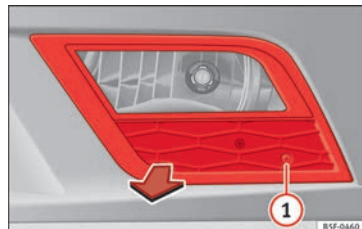

Bild 104 Dimljus fram.
- Ta bort skruven » **bild 104 1** från dimljusets lilla galler med en skruvmejsel.